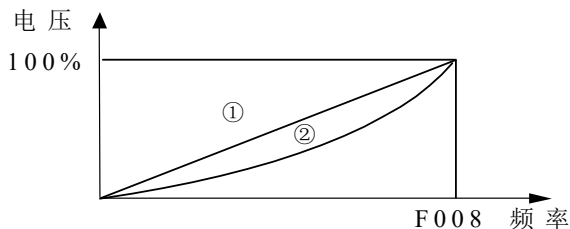

图 6-10 自动节能运行
设定变频器的自动节能模式, F115=1 时,随着负载的变小(即电机处于轻载运行时),变频器通过检测负载电流,适当调整输出电压,达到节能运行的目的。此功能对风机、泵类、平方转矩负载的节能效果非常明显,但不适用于负载变动频繁或运转中已接近满载运行的电机。图 6-10 中①V/F 恒定,②节能运行。